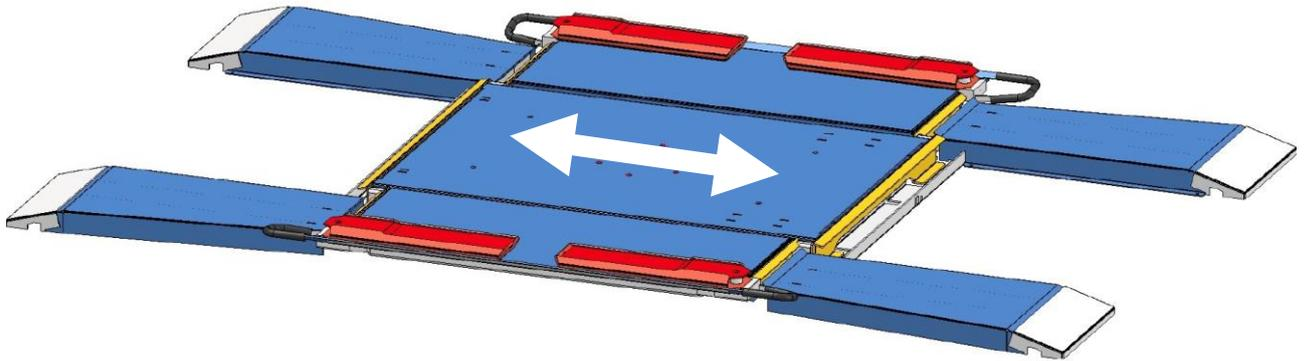

Figure 8 : K700-45 en position repliée
- Assurez-vous que la plateforme élévatrice est complètement repliée et que les bras articulés sont rabattus. (voir **Figure 8 : K700-45 en position repliée**)